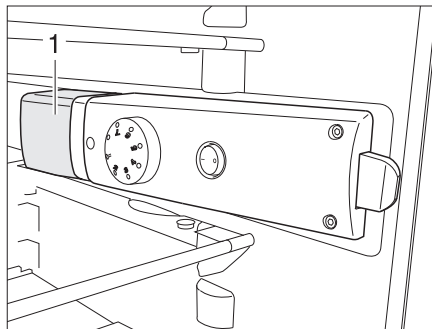

Fig. 282 Lampe du réfrigérateur
- De l'arrière, saisir en dessous du cache de luminaire (Fig. 282,1) et soulever le cache de luminaire d'env. 3 mm.